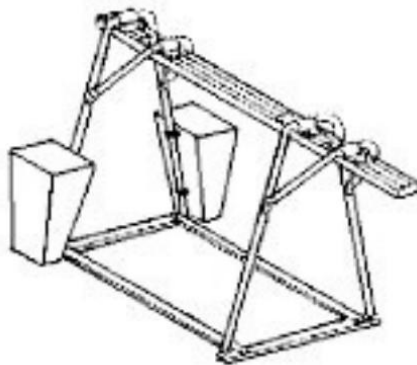

FIG. 6 — Mise en place des bacs à contrepoids
- 6) Introduisez dans chaque bac 310 kg de contrepoids, pour une masse globale de 620 kg, avec support sur chevalet de capacité maximale 500 kg. Fermez ensuite les bacs avec couvercle et cadenas (voir FIG. 6). Il est absolument interdit de remplir les bacs à contrepoids avec un matériau liquide.